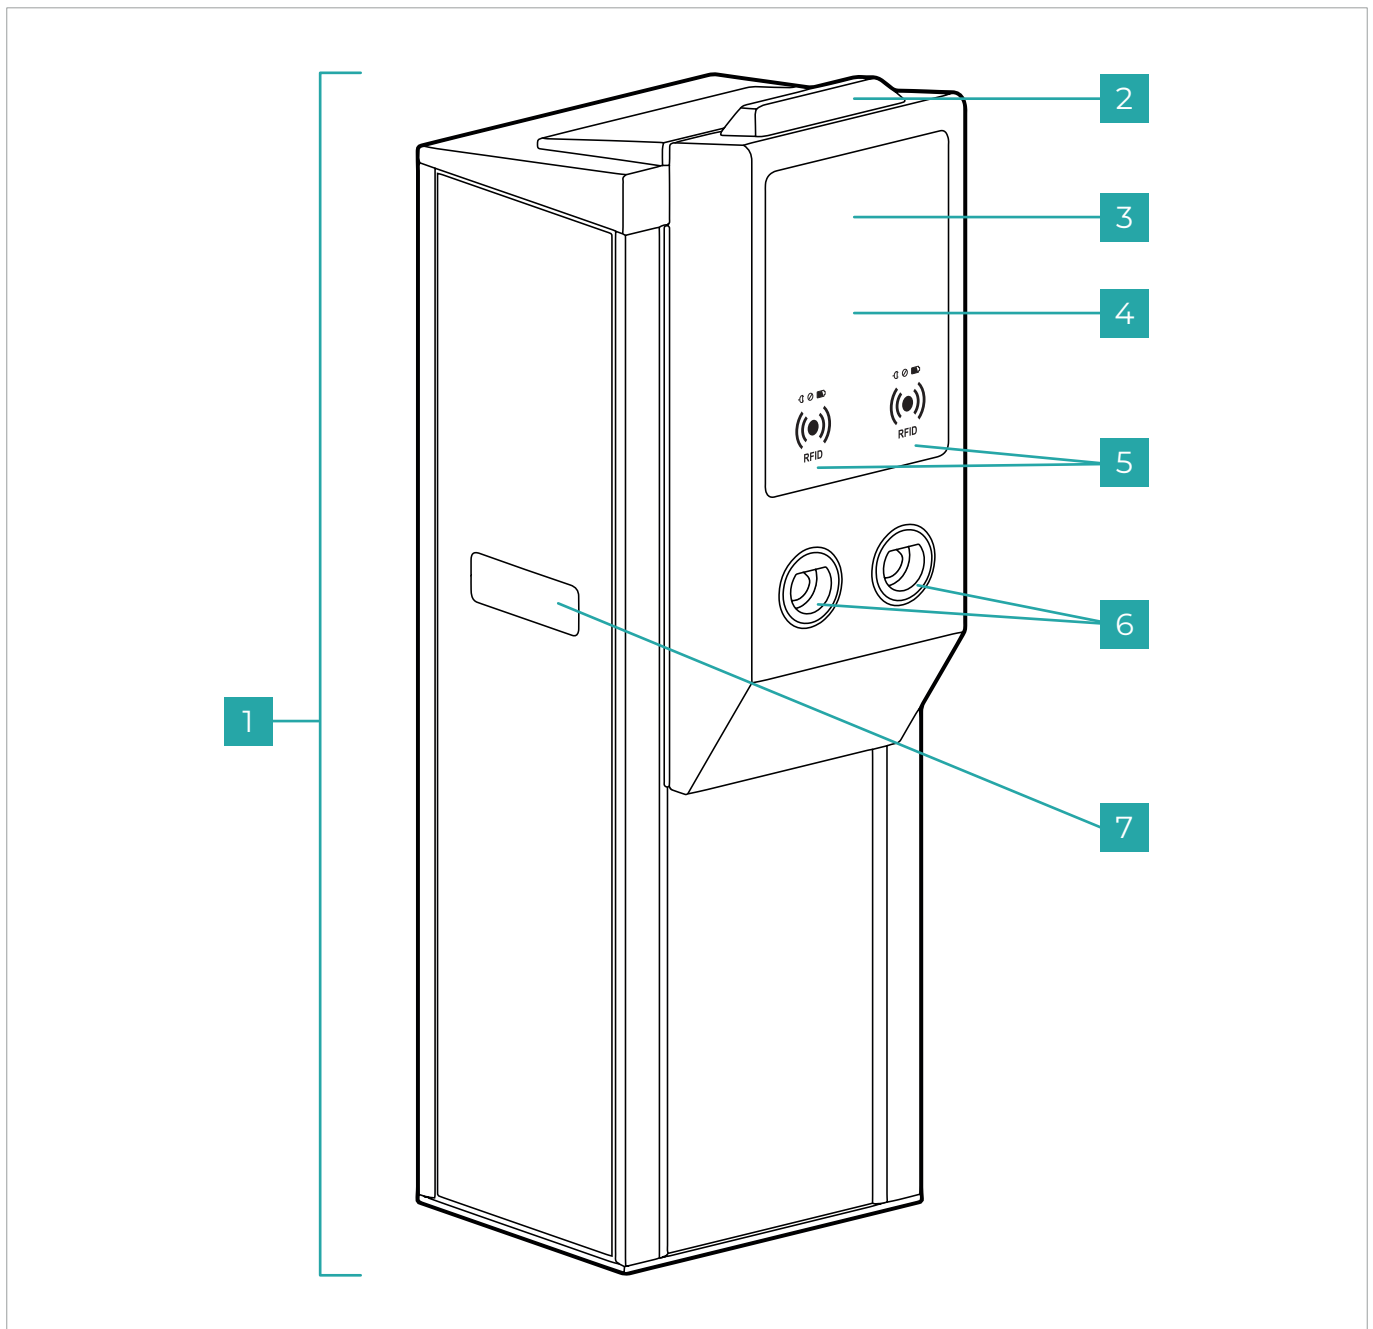

Abb. 1
1. Gehäuse (**Abb. 1/1**)
8. Ladesteckdose (**Abb. 1/6**)
Das Frontdisplay (**Abb. 1/4**) zeigt den Betriebszustand des Ladesystems an und dient zur Benutzerführung. Ausführliche Hinweise zu den Betriebszuständen finden Sie in der Betriebsanleitung im Bereich „Betriebszustände“.
Die **Abb. 1** zeigt den Lieferumfang: